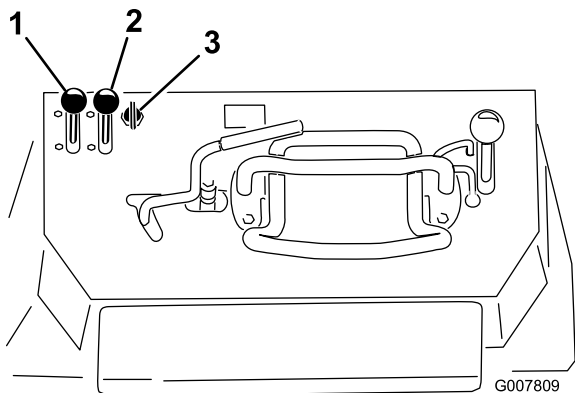

Figura 19
1. Portate la leva dell'acceleratore al centro tra le posizioni minima e massima (Figura 19).
2. Spostate lo starter in posizione On (Figura 19).
- Per il modello ad avviamento elettrico, girate la chiave in posizione On (Figura 19). Rilasciate la chiave quando il motore si avvia.
4. Spostate gradualmente lo starter in posizione Off (Figura 19). Se il motore si ferma o esita, riavviate lo starter finché il motore non si sarà scaldato.
5. Spostate la leva dell'acceleratore nella posizione desiderata (Figura 19).
1. Spostate la leva dell'acceleratore in posizione Slow (Figura 19).
3. Girate la chiave in posizione off (Figura 19).